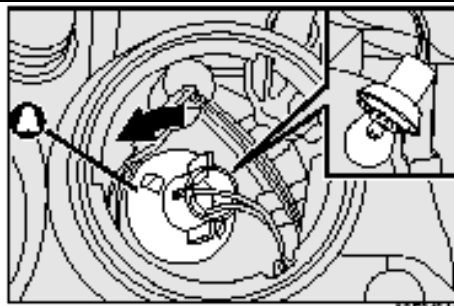

рис.28
- Повернуть против часовой стрелки патрон **А** - **рис.28**, извлечь лампу и заменить ее;